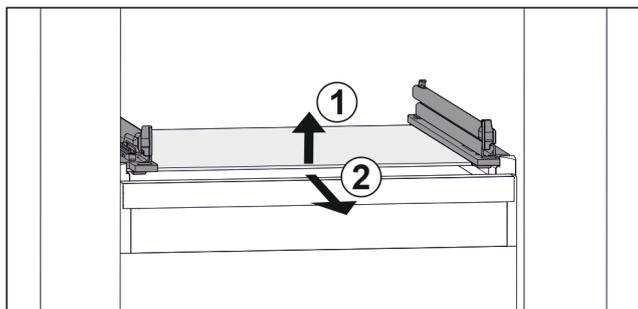

Fig. 82 Representación de la placa de vidrio a modo de ejemplo
- ▶ Levante la placa de vidrio por delante. Fig. 82 (1)
- ▶ Retire la placa de vidrio hacia delante. Fig. 82 (2)